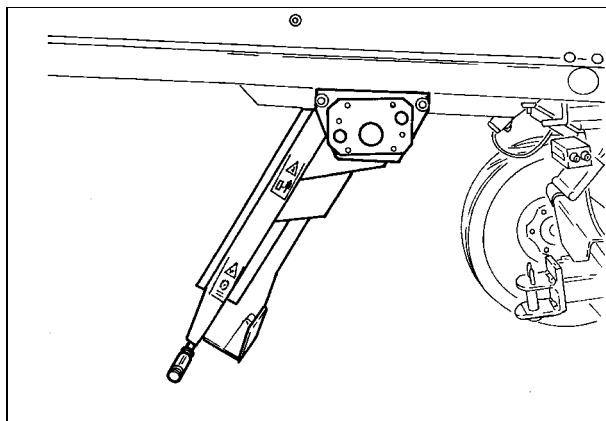

Рис. 37
- Заднее положение (Рис. 37), для проверки решета.